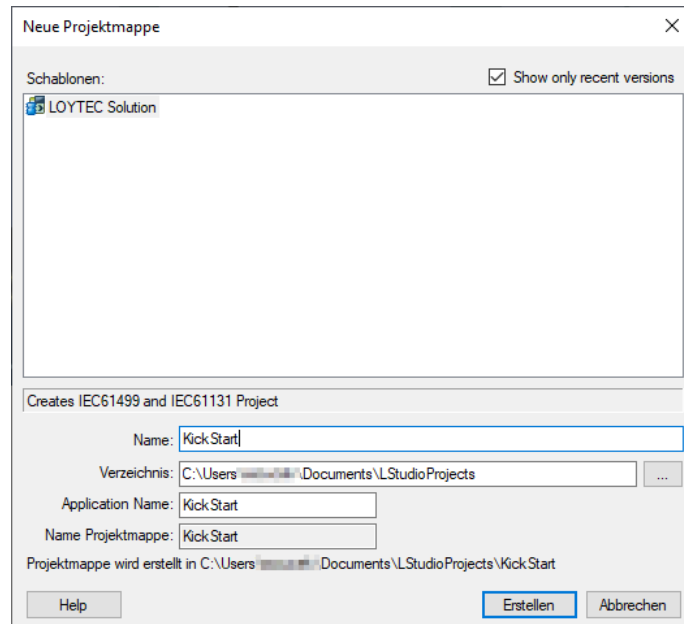

Abbildung 53: Erstellen einer neuen L-STUDIO-Anwendung
2. Erstellen Sie eine neue Anwendung im Menü **Datei → Neu → Projektmappe...** und geben Sie einen Namen wie in Abbildung 53 gezeigt ein.